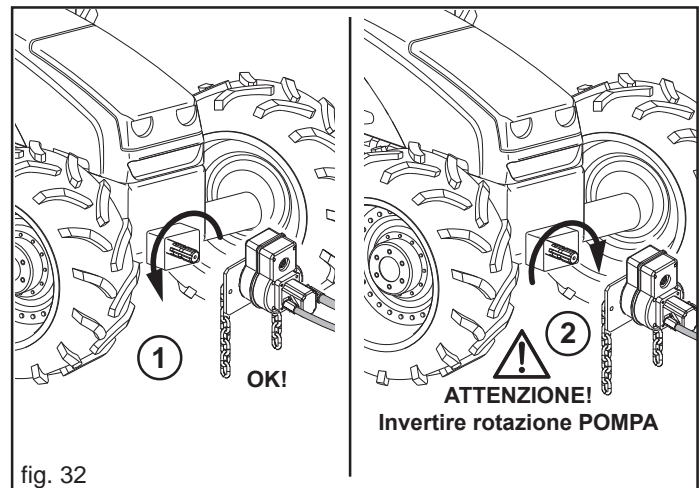

fig. 32
Bei abgeschaltetem Motor und stabil gebremstem Schlepper alle Schnellkupplungen einstecken. Die Zapfwelle des Schleppers (1, Abb. 32) säubern und mit Fett schmieren. Das Getriebe (2) wie in Abb. 32 gezeigt auf die Zapfwelle des Anbaugeräts aufstecken. Die korrekte Kopplung überprüfen und die Drehung des Übersetzers mit den beige gestellten Ketten sperren (3, Abb. 32), indem diese an ein festes Teil des Schleppers angeschlossen werden.